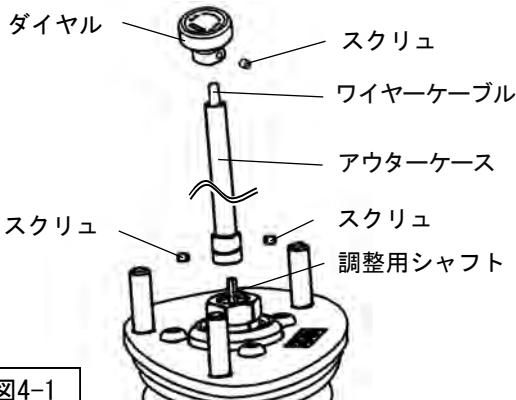

図4-1
1. 減衰力調整ケーブル（同梱品）からダイヤルを取り外し、リアサスペンションASSY先端の調整用シャフトにケーブルを取付けてください。（図4-1）
2. 調整用シャフト側面の平面部にスクリュの位置を合わせ、ワイヤーケーブルを固定してください。（図4-1）
5. アウターケースから出てきたワイヤーケーブルの先端にダイヤルを取付けてください。（図4-1）